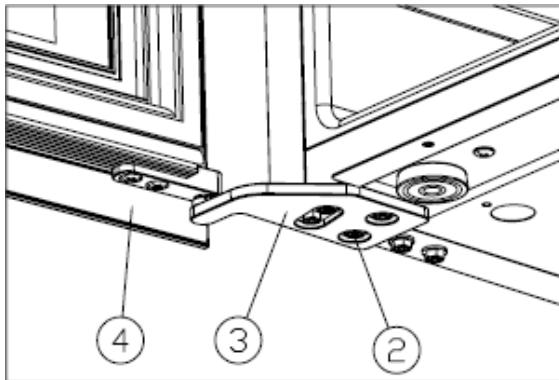

Abbildung 5
- Installieren Sie das untere rechte Scharnier ③ und ziehen Sie die Schrauben fest. [Abbildung 5]